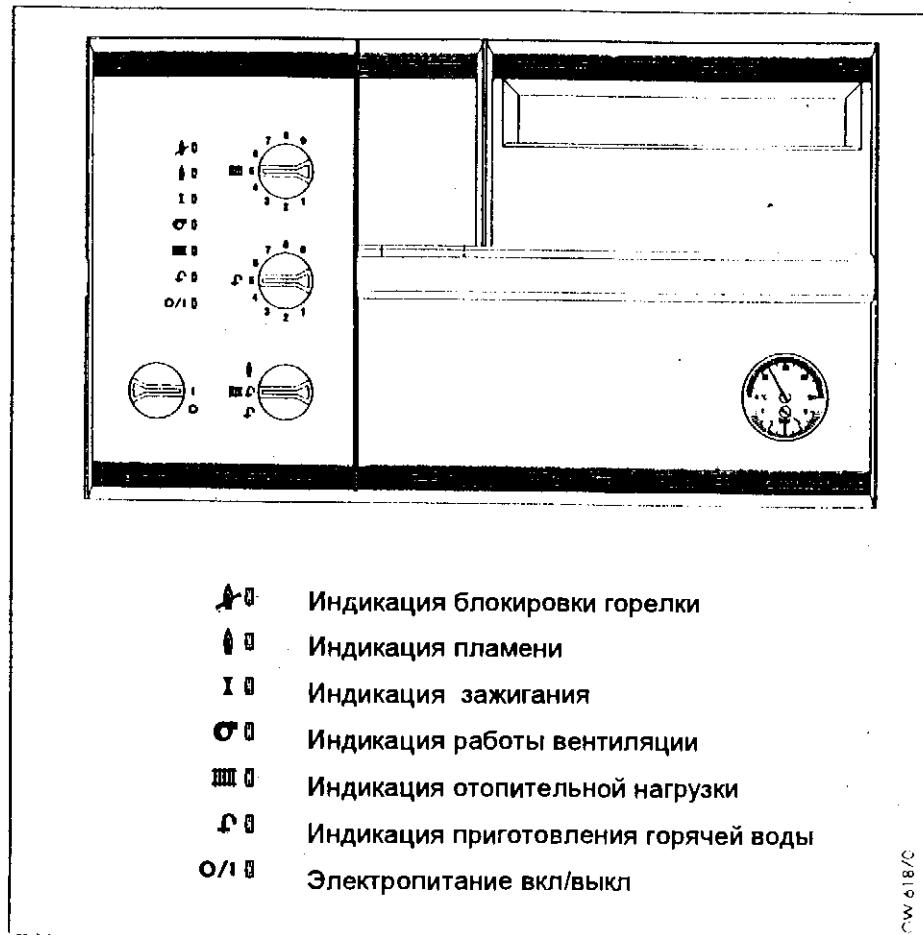

Рис. 8.1 На рисунке показан прибор VUW
Если прибор не начнет работать, то вспыхнет индикация "Заблокировано" ("Verriegelung") – см. рис. 8.1. Как правило, это означает, что нарушенна подача газа или же из трубопровода не до конца спущен воздух. Проверить еще раз подачу газа, а регулятор отопления поставить в положение "Устранение неисправности" – (II). Повторить попытку зажигания.
Данный прибор имеет систему индикации состояния, которая показывает рабочее состояние прибора. С помощью такой системы индикации состояния можно провести эксплуатационные испытания работы установки в режиме отопления и приготовления воды для хозяйственных нужд* (рис. 8.1).